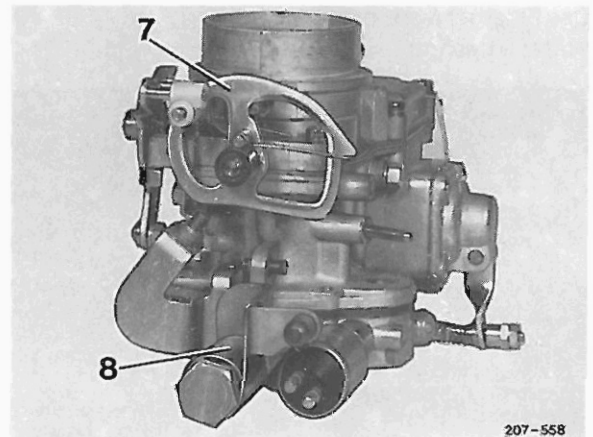

Bild 99
- Starterklappenbetätigung (Bild 99)
- Drosselklappenrückdrehfeder (8) verstärkt (Bild 99)